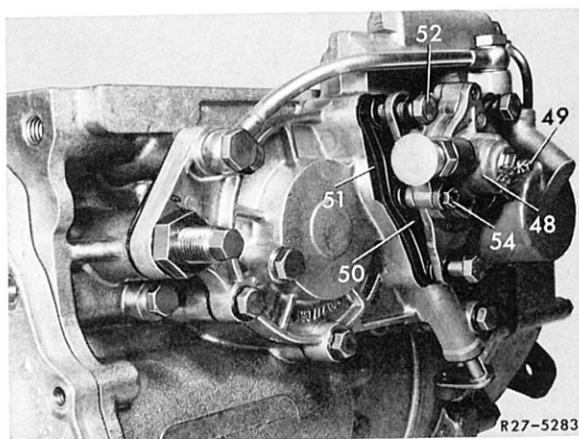

Bild 27-11/66
26 Stößel (93) des Modulierdruckgebers (48) einführen, dabei den Stift (94) in die dafür vorgesehene Aussparung (95) bringen (Bild 27-11/65).